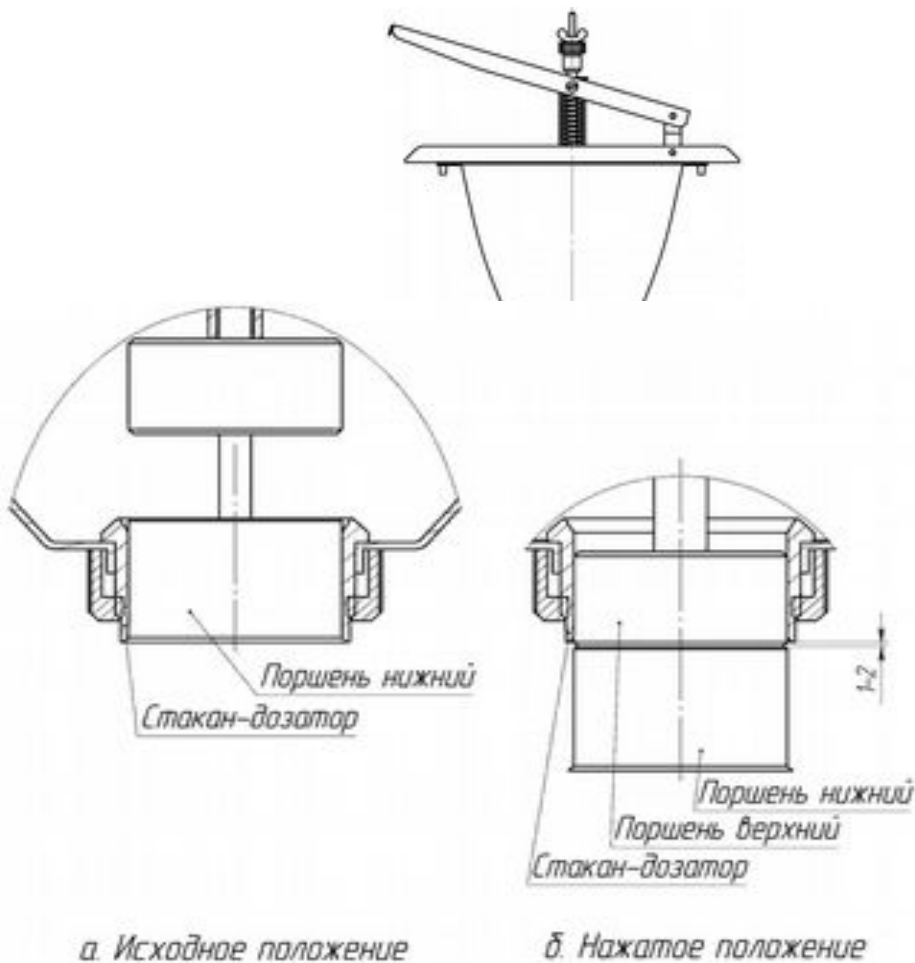

Рис. 2 Положение поршней
1. вывесить дозатор пончикового аппарата, установив его на стойки (7);
2. открутить контргайку (12);
3. открутить гайку (13).
4. проверить втулку (14) (она должна быть закручена до упора).
6. нажать на ручку (11).
7. в нажатом состоянии гайкой (13), закручивая, выбрать зазор между поршнем нижним и поршнем верхним (Рис. 2, б).
8. нажатием и отпусканьем ручки (11) проверить следующее:
- при отпущенной ручке (11) магнитный замок между втулкой (14) и гайкой (13) должен быть замкнут (втулка примагничена к гайке).
- при отпущенной ручке (11) поршень нижний плотно прилегает к стакану дозатора (Рис. 2, а).
- при нажатой ручке (11) между поршнем верхним и поршнем нижним зазор отсутствует (Рис. 2, б).
9. зафиксировать гайку (13) контргайкой (12).